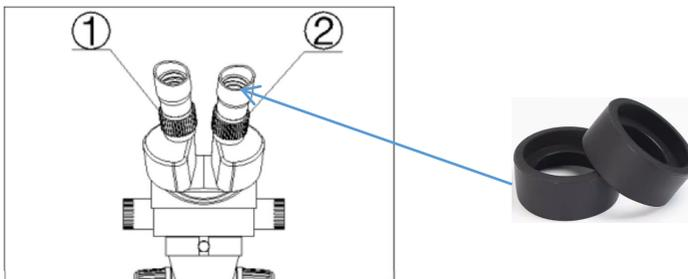

Fig. 4
- Afb.4 5) Draai de zoomregelknop naar de minimale vergroting.
- 11) Voer stap (1), (3), (4) en (5) opnieuw uit totdat de rechter afstelling zich bevindt meer nauwkeurig.
- 12) Voer stap (4) uit en maak het beeld duidelijk wat wordt waargenomen door het linker oculair door aan de linker dioptrie-instelling① te draaien. (Fig.4)
Om de draaitafelbasis te gebruiken, vergrendelt u de bankschroef door de draaispanschroef aan te draaien totdat de bal niet meer wil draaien. De draaitafel wordt nu uw rotatie, waardoor u het rotatiecentrum van het werkstuk kunt aanpassen aan het gezichtsveld van de microscoop. Lijn het midden van de draaitafel uit met het midden van het microscoopbeeld (FIG. 4). Verander de werkaanzichten door de bankschroef te verplaatsen.